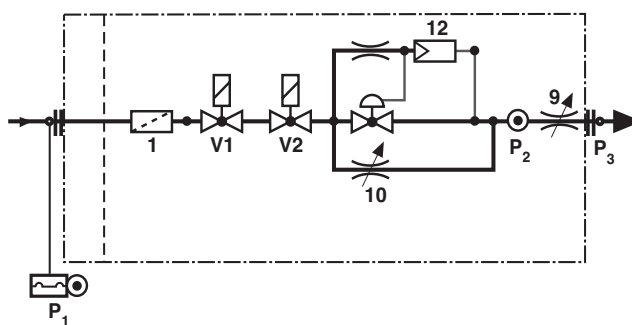

Fig. 9
- A. diuza de masurare P2 (Fig. 9) inainte de valva D
- C. valva de pornire (poz. 10 in Fig. 9)
D. valva de debit maxim (poz. 9 in Fig. 9)